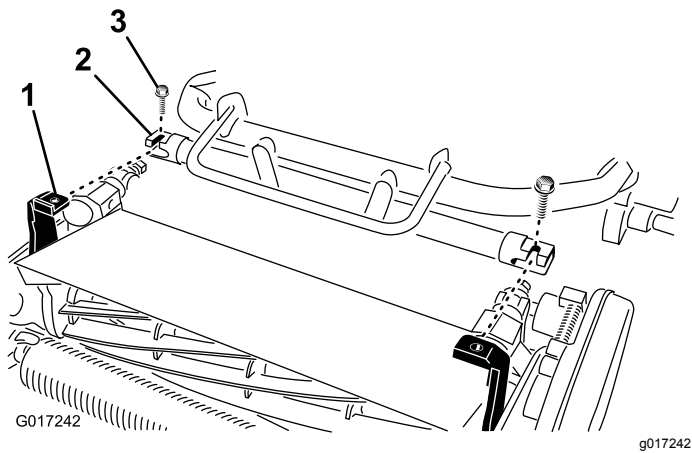

図 8
4. トラクションユニットのフレーム 図 8 を前方に引き出してカッティングユニットのピボットアームに接続する。
5. トラクションユニットのフレームをCuttingユニットのピボットアームに固定する $\frac{3}{8} \times \frac{3}{4}$ インチのボルト2本を使用する図 8。